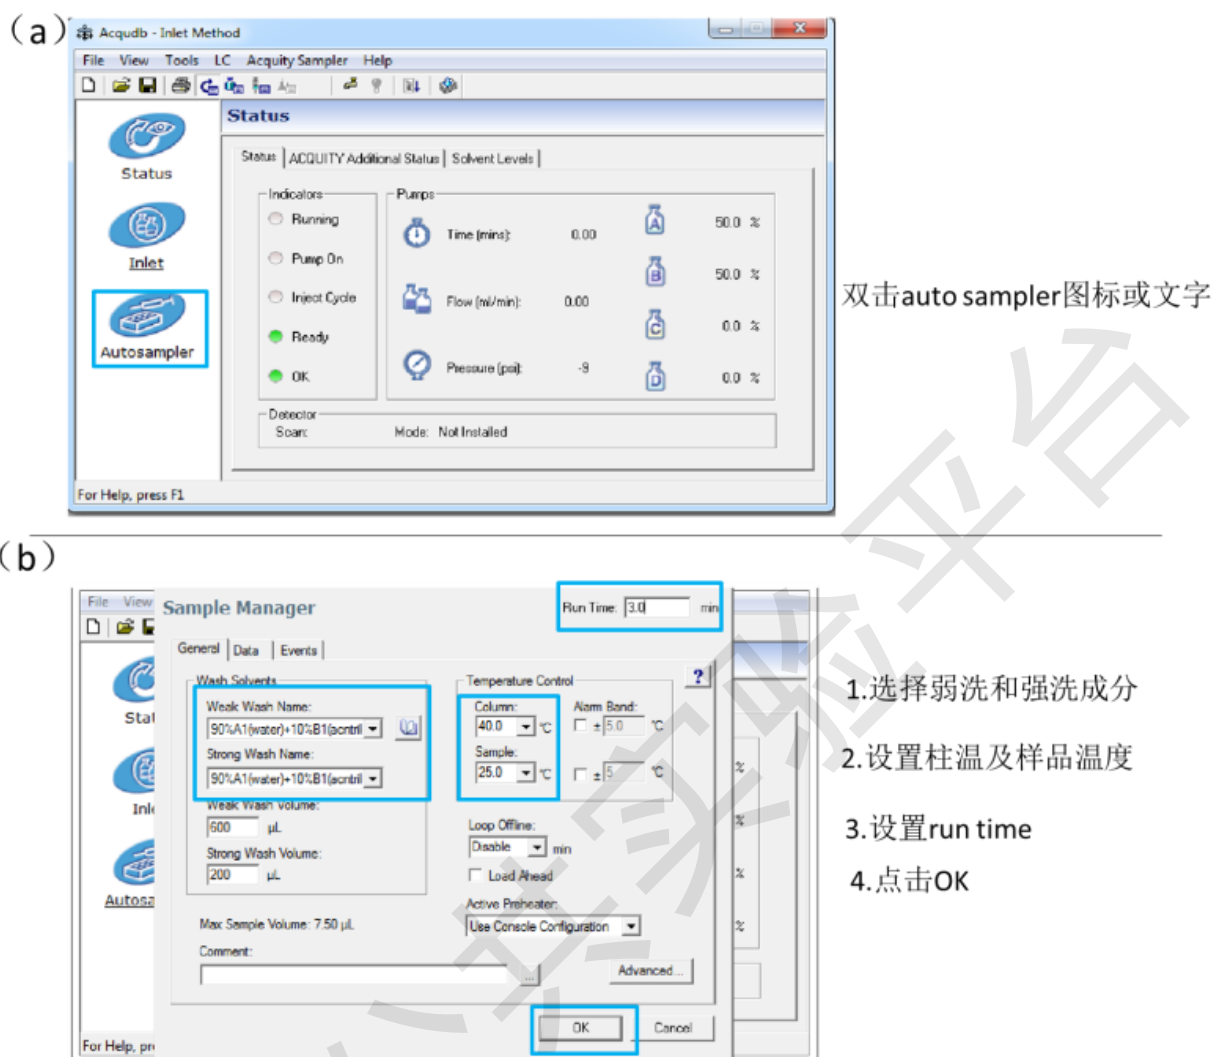
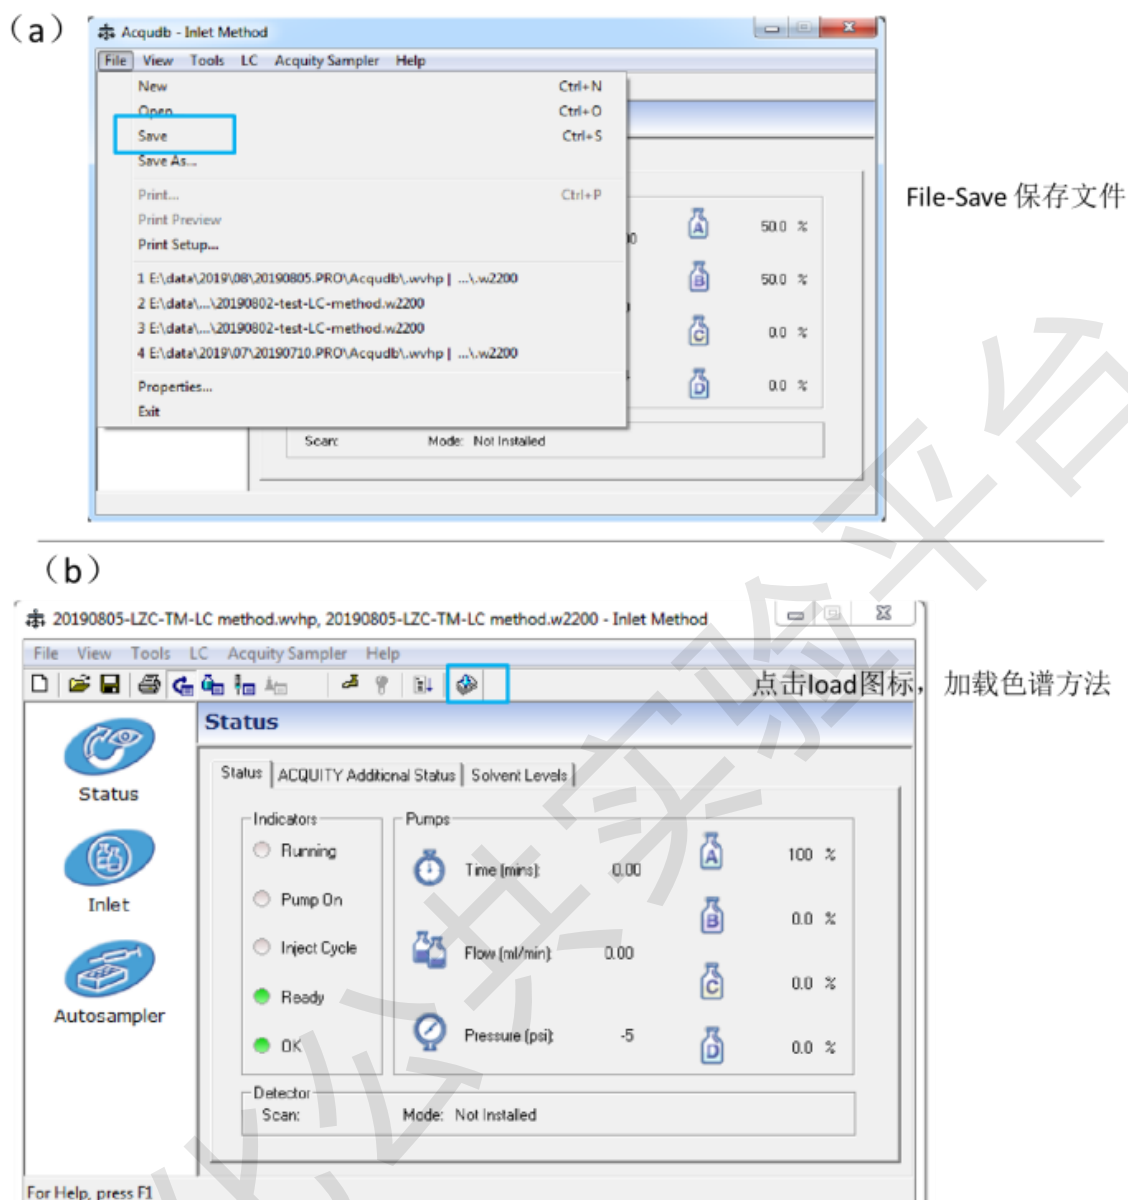

图 4.3 色谱方法建立界面
图 4.4 色谱方法建立界面
✧ 不接色谱柱，直接进样的用户，请右键-browse，选择默认的液相方法文件（default_课题组负责人姓名全拼_LC），调用该默认文件后，右键 edit,弹出液相方法对话框，如图 4.4，直接 load 方法。
Step3: 完成图 4.3 操作，点击 OK，显示图 4.4，点击 File - Save，保存液相方法到新建的项目的 ACQUDB 文件夹下；保存完毕，点击 Load 图标，加载液相方法。